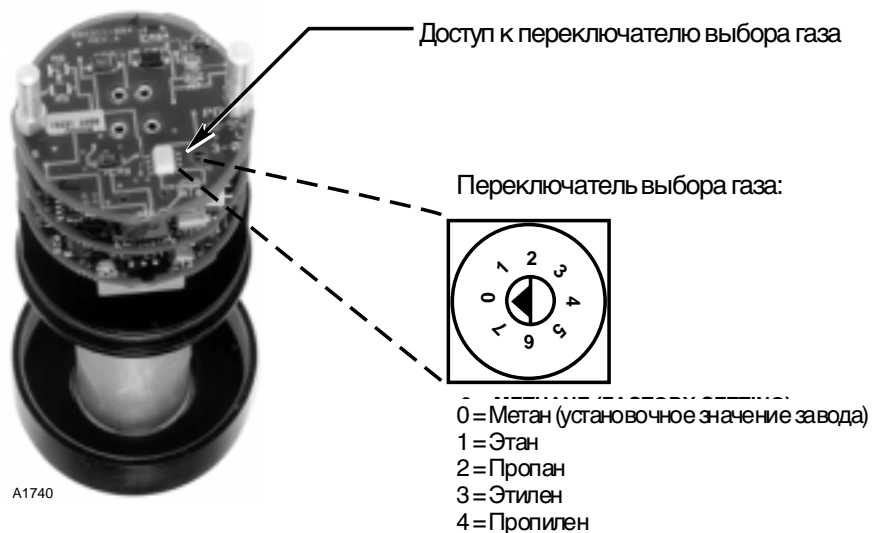

Рис. 13. Расположение переключателя выбора газа внизу электронного блока.
4. При помощи маленькой отвертки поверните переключатель выбора газа из положения "0" (метан) в требуемое положение (см. рис.13). Проверьте, чтобы острие стрелки на переключателе совпало с выбранным установочным положением.